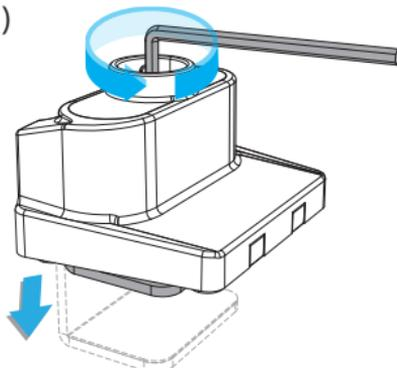

Abbildung 1
1. Benutzen Sie den **6mm Inbusschlüssel**, um die **Sechskantschraube** an der **Tischklemme** zu justieren und die **Tischklemme** auf die **Tischstärke** zu erweitern. (Abbildung 1)